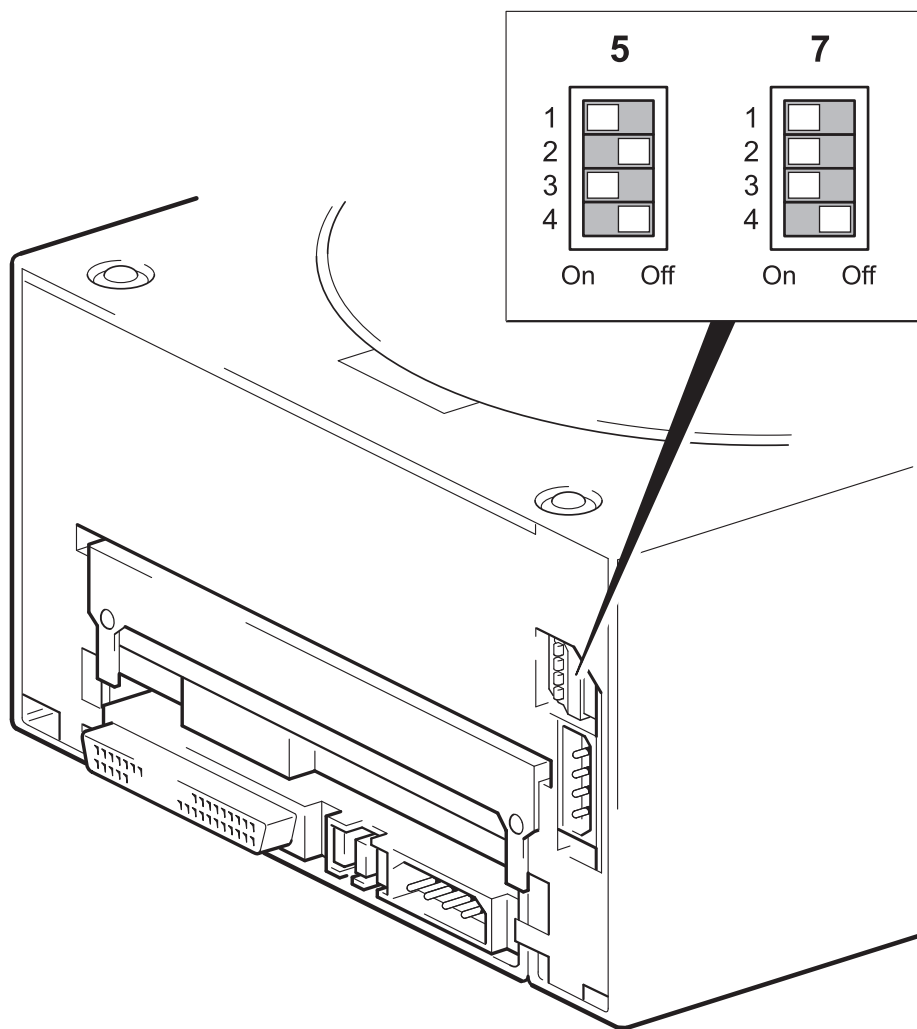

Рис. 4. Переключатель режимов работы
- 1 Убедитесь, что переключатель режимов работы автозагрузчика (сверху на Рис. 4) имеет правильное значение, как указано в таблице выше. Устанавливайте переключатель в положение 5 только для рабочих станций Sun с ОС Solaris версии 2.6 или ниже.
- 2 Если установленное значение не соответствует используемому серверу, измените его как показано на Рис. 4.